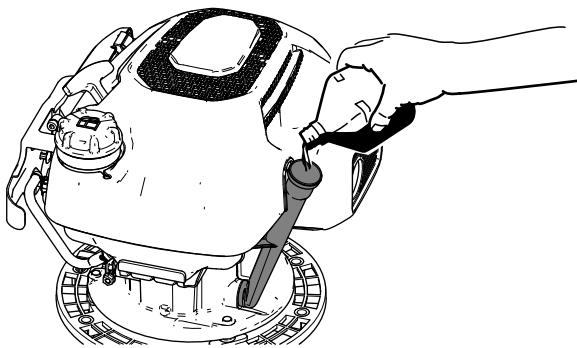

Figura 15
3. Vierta lentamente el aceite de motor especificado en el cuello de llenado de aceite (Figura 15) y espere 3 minutos.